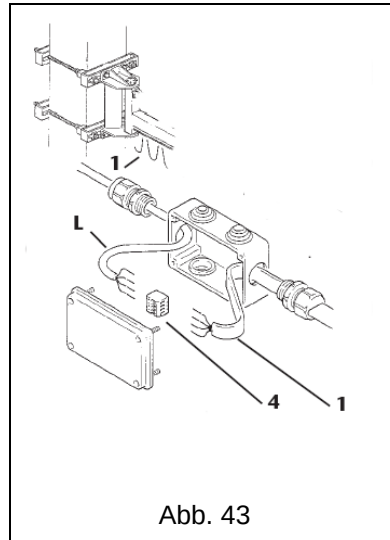

Abb. 43
1. Das Versorgungskabel **1** an die Klemmen **4** in dem Anschlusskasten anschließen, der an den Pfeiler oder die tragende Wand anzubringen ist, und an den das vom Versorgungsnetz kommende Leitungskabel **L** angeschlossen wird. Abb. 43).